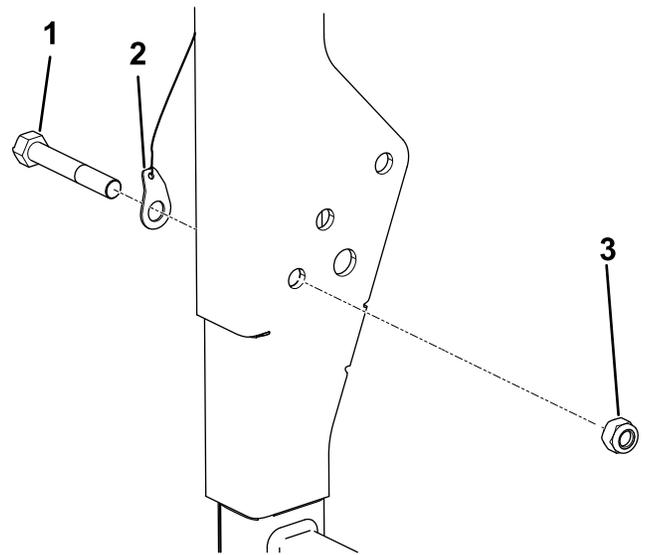

Figure 8
2. Du même côté du système ROPS que celui sur lequel vous prévoyez de monter le kit, retirez l'écrou et le boulon du ROPS, et mettez-les au rebut ; voir Figure 8.